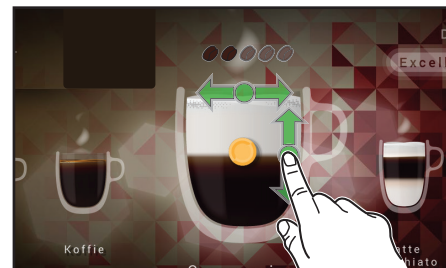

図4.6 - [ドリンクを入れる]- 濃度 > 比率
- **ドリンクの濃度**- カップ中央にあるディスクボタンを左右に動かします (コーヒー豆のイラストが強調されるほど、ドリンクが濃くなります) (図 4.6)。
- **材料の比率** (ミックスドリンクのみ) - ディスクボタンを左右に動かして、材料の量を調整します (図 4.6)。